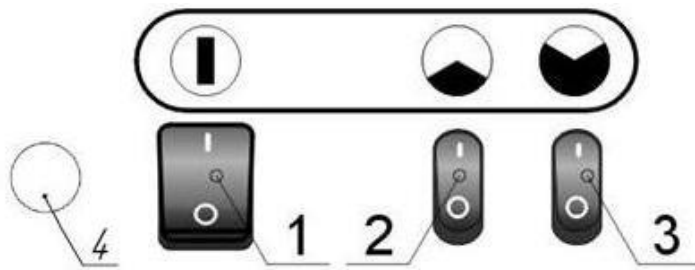

Рис.2. Пульт управления
На планке кнопок управления поз. 2 расположены выключатель сетевой поз. 1 (рис.2) и выключатели нагревателей поз. 2 и 3 (рис. 2).
7.1.1 Для включения тепловентилятора в режим вентиляции необходимо включить сетевой выключатель (поз.1 рис.2) в положение “  ”, при этом включается подсветка клавиши и включается вентилятор.
Для работы в режиме 1 с мощностью 4,0 кВт включить клавишу поз.2 (рис.2) в положение “  ” при этом включается подсветка клавиши, и тепловентилятор работает с 1ой группой нагревателей мощностью 4,0 кВт (  ).
Для работы в режиме 2 установить клавишу поз. 3 (рис.2) в положение “  ”. При этом горит подсветка клавиш и тепловентилятор работает с мощностью 6,0 кВт (  ).
Для работы в режиме 3 установить клавиши 2 и 3 (рис.2) в положение “  “. При этом горит подсветка всех клавиш и тепловентилятор работает с полной мощностью 10,0 кВт. (   ).